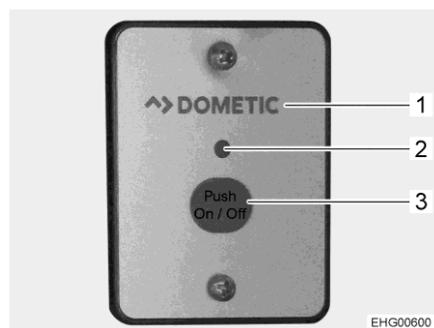

Bild 112 Externer Schalter (Wechselrichter)
Einbauort externer Schalter Der externe Schalter (Bild 112,1) ist im Hochschrank im Eingangsbereich eingebaut.
- Einschalten: ■ Taste "On/Off" (Bild 112,3) drücken. Die LED (Bild 112,2) leuchtet.
- Ausschalten: ■ Taste "On/Off" (Bild 112,3) drücken. Die LED (Bild 112,2) erlischt.